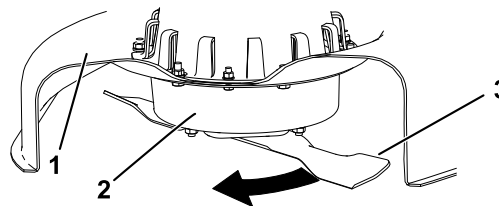

Figura 29
2. Indossando guanti dalla spessa imbottitura o altre protezioni idonee per le mani, ruotate lentamente la lama in una posizione che consenta di misurare la distanza tra il bordo di taglio e la superficie piana su cui si trova la macchina (Figura 29).